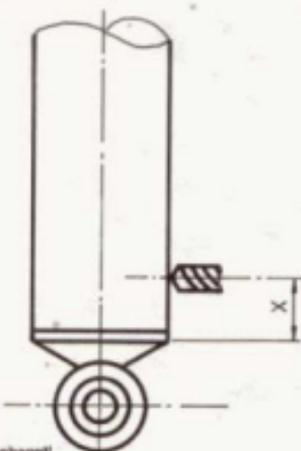

Bild 198
- Wenn Gasdruckstoßdämpfer erneuert werden muss, ist der Halter des Fahrzeugs oder der von ihm beauftragte Monteur seitens des Herstellerwerks verpflichtet, den zu verschrotenden Stoßdämpfer durch Ablassen des Gasinhalts zu "entschärfen". Das erfolgt durch Anbohren an der Stelle, die in Bild 198 gezeigt ist. Bei dieser Arbeit unbedingt Schutzbrille tragen! Arbeit am besten verstärkter Werkstoff überlassen!